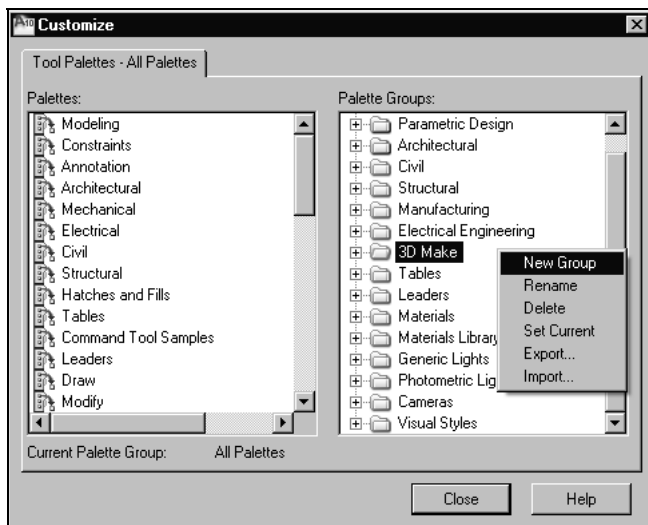

Рис. 2.3. Диалоговое окно **Customize** для управления инструментальными палитрами
2. В диалоговом окне **Customize** (Адаптация) перейдите на правое поле **Palette Groups** (Группы палитр), сверните все списки в группах щелчком на знаке "минус" (–) слева от их названия, а затем вызовите контекстное меню щелчком правой кнопки мыши и выберите из него пункт **New Group** (Новая группа) (рис. 2.3).